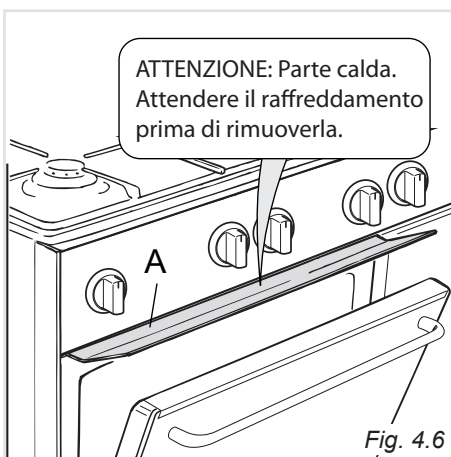

Fig. 4.6
- Infilare lo schermo paracalore "A" negli appositi supporti nel lato inferiore del pannello comandi (fig. 4.6).
Montare lo schermo paracalore (fig.4.6), fornito a corredo, che serve per proteggere il frontale comandi dal calore.